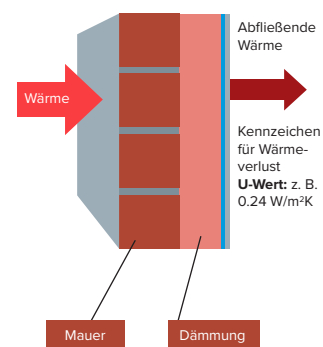

Abbildung 1
- Lies den Sachtext in Abbildung 1 aufmerksam durch und mach dich mit dem dargestellten Energieausweis und dem U-Wert vertraut.